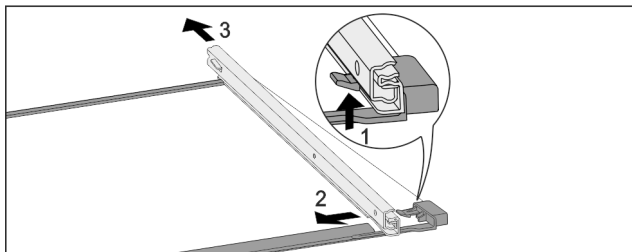

Fig. 263 Pllaka e xhamit me shinat
- Shtyni për lart grepat e kapjes në pjesën përpara. Fig. 263 (1)
- Shkëputni shinën me tërheqje në pjesën anësore Fig. 263 (2) dhe në pjesën prapa Fig. 263 (3).